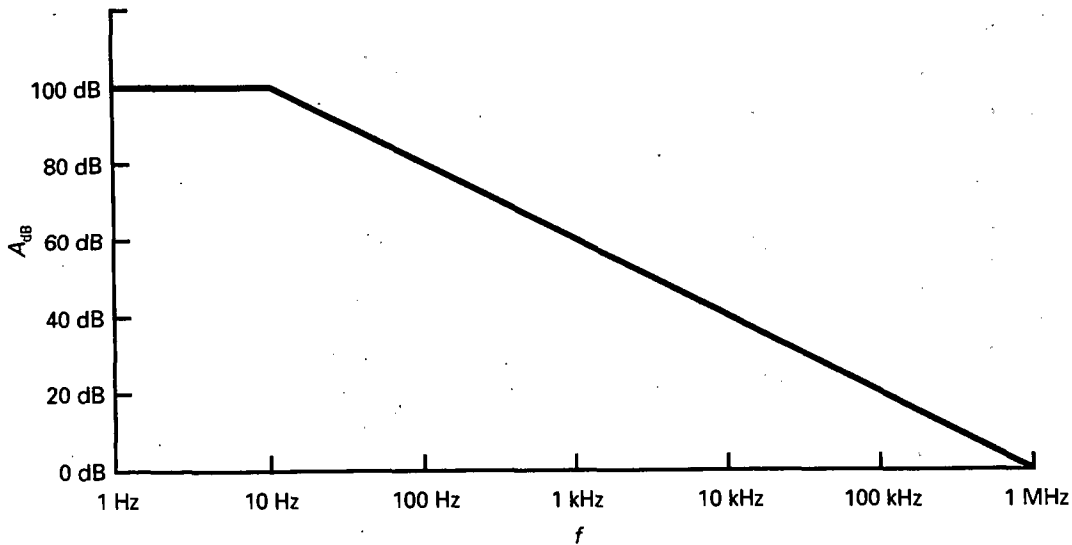

Figura 16-13. Diagrama asintótico de Bode de un amplificador de continua.
La Figura 16-13 representa el diagrama asintótico de Bode. Después de quebrarse a 10 Hz, la respuesta cae 20 dB por década hasta que es igual a 0 dB a 1 MHz. La ganancia de tensión en unidades naturales a esta frecuencia es la unidad (1). Las hojas de características suelen indicar la frecuencia de ganancia unidad (simbolizada como f_{unidad}) porque dice inmediatamente la frecuencia límite para la utilización del amplificador operacional. El dispositivo puede proporcionar ganancia de tensión hasta la frecuencia de ganancia unidad, pero no por encima de ella.